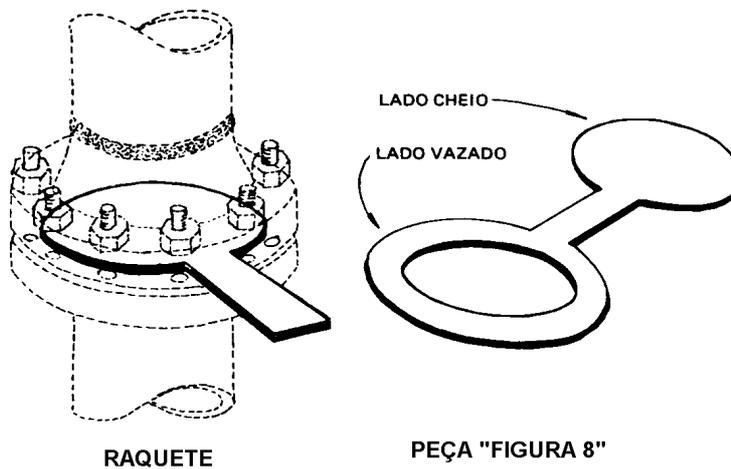

Fig. 12 - Raquete e peças “figura 8”
- Peças "figura 8" (spectacle flanges) - Fig. 12.
- Raquete (paddle blinds) - Fig. 12.
As peças "figura 8" (Fig. 12), as raquetes e as válvulas de flange cego, são acessórios que se instalam em uma tubulação, quando se deseja um bloqueio rigoroso e absoluto na tubulação. Esses acessórios são empregados também, algumas vezes, em
A Fig. 12 mostra exemplos de peças “figura 8” e de raquetes, que são acessórios simples, feitos de chapa de aço recortada. Essas peças são colocadas entre dois flanges quaisquer da tubulação; com o aperto dos parafusos dos flanges consegue-se a vedação absoluta da linha. As peças “figura 8” ficam permanentemente na tubulação; quando se deseja bloquear o fluxo põe-se o lado cheio entre os flanges, e quando se quer permitir o fluxo põe-se o lado vazado entre os flanges. As raquetes são colocadas na tubulação apenas quando se quer bloquear. As peças “figura 8” têm por isso a vantagem de manter sempre a mesma distância entre os flanges.